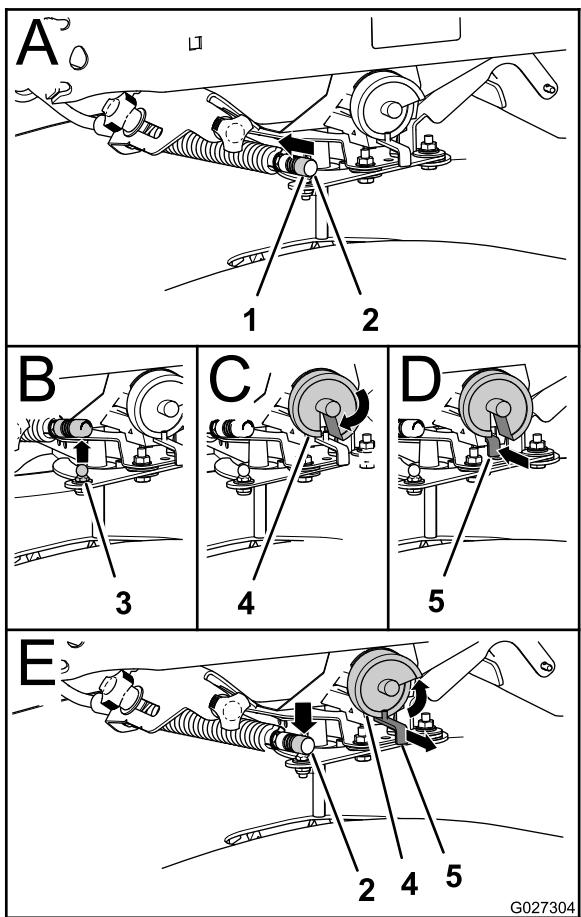

Figure 32
1. Poussez le manchon de verrouillage du câble de la trappe vers l'arrière et soulevez le câble de la rotule sur la tige de dosage (Figure 32).
2. Tirez le câble hors de la rotule (Figure 32).
3. Tournez la came de dosage au-delà de la position 9 de manière à aligner la fente de la came sur la tige (Figure 32).
4. Poussez complètement la tige de dosage en arrière (Figure 32).
1. Tirez la tige vers l'extérieur jusqu'à ce qu'elle passe la came de dosage (Figure 32).
3. Fixez le câble à la rotule sur le levier de la trappe (Figure 32).